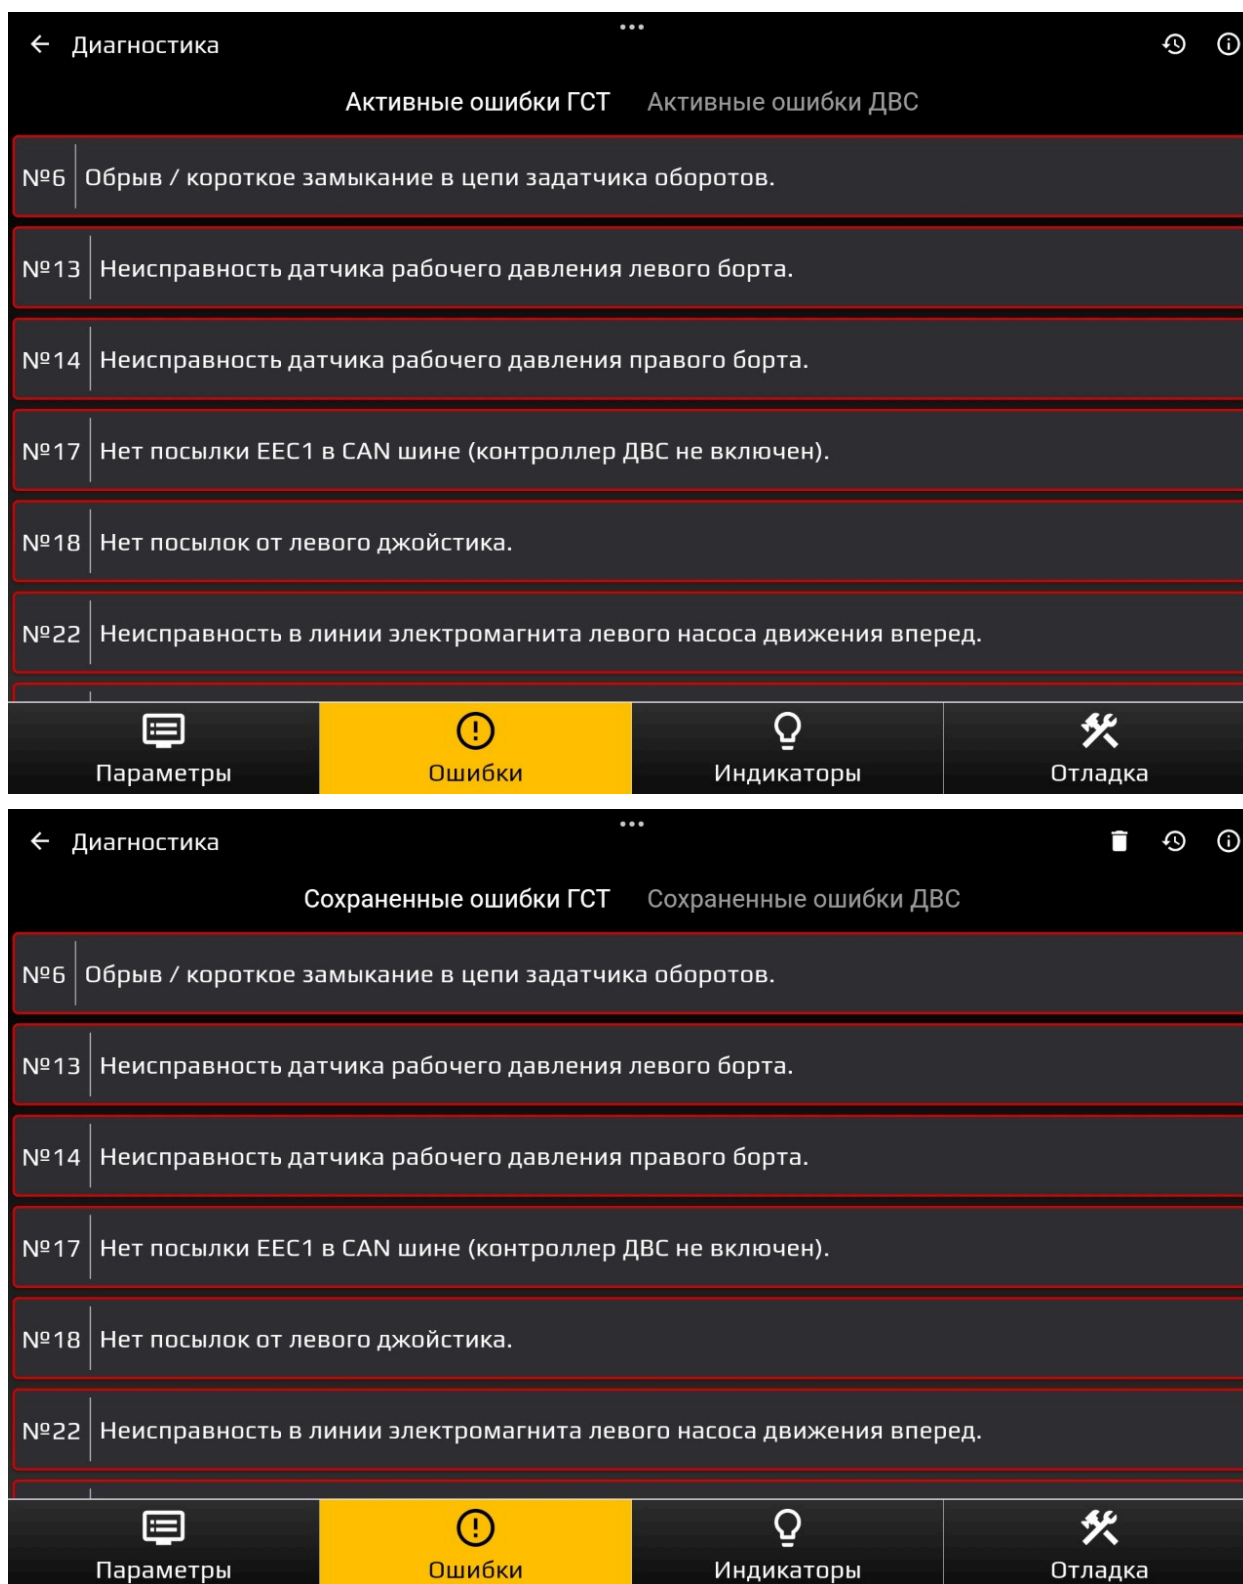

Рисунок 29. Активные и сохраненные ошибки GST
- списки активных и сохраненных ошибок ГСТ (рис. 29);